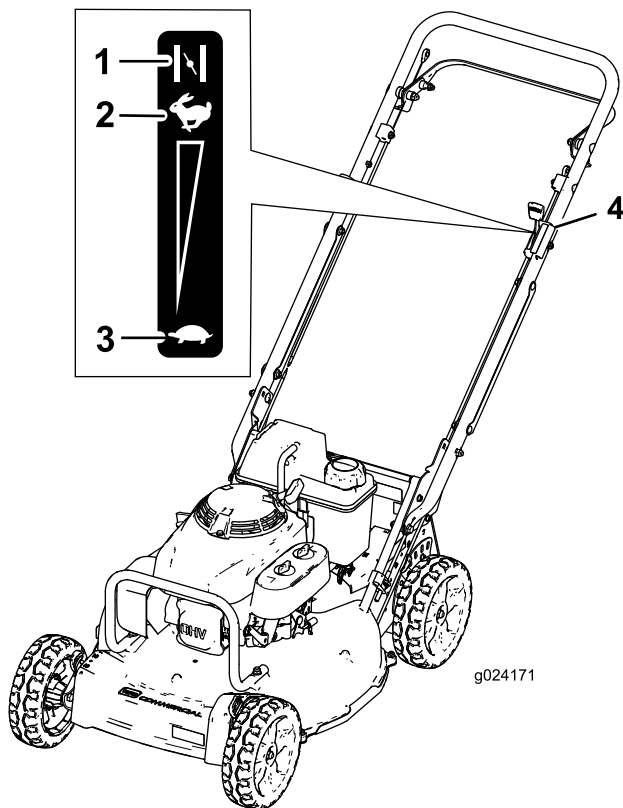

Figure 14
3. Réglez la commande d'accélérateur en position Starter (Figure 14).
6. Lorsque le moteur démarre, amenez la commande d'accélérateur en position haut régime (Figure 14).